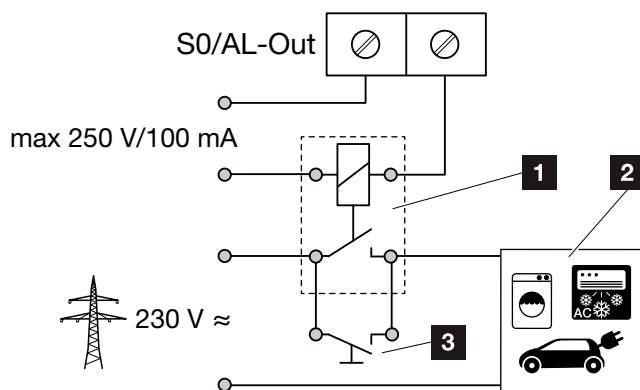

Abb. 54: Elektrischer Anschluss Eigenverbrauch
1. Externes Lastrelais fachgerecht an die Anschlussklemme S0/AL-Out anschließen **Abb. 54**